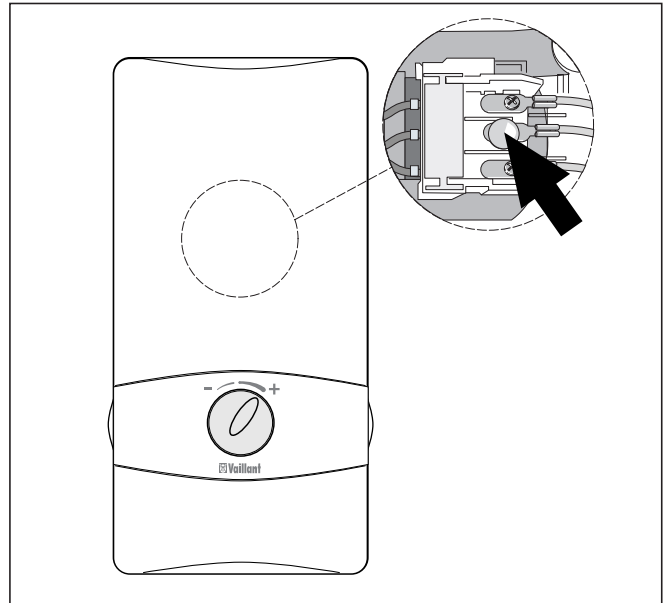

Abb. 5.1 Sicherheitsschalter
- Drücken Sie den Sicherheitsschalter bei geöffneter Armatur ein (siehe Pfeil in Abb. 5.1).